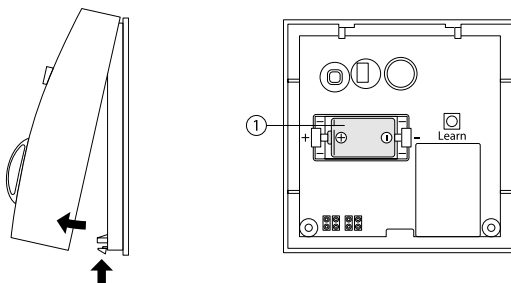

Fig. 26: Batteriewechsel
- Zum Wechsel der Batterie die Rastnase an der Unterseite des Funk-Raumtemperaturreglers (Fig. 26) mit einem spitzen Gegenstand (z.B. Schraubendreher) leicht eindrücken und Oberteil des Raumtemperaturreglers von der Grundplatte abnehmen. Danach ist das Batteriefach im Oberteil des Raumtemperaturreglers (Fig. 26, Pos. 1) zugänglich.